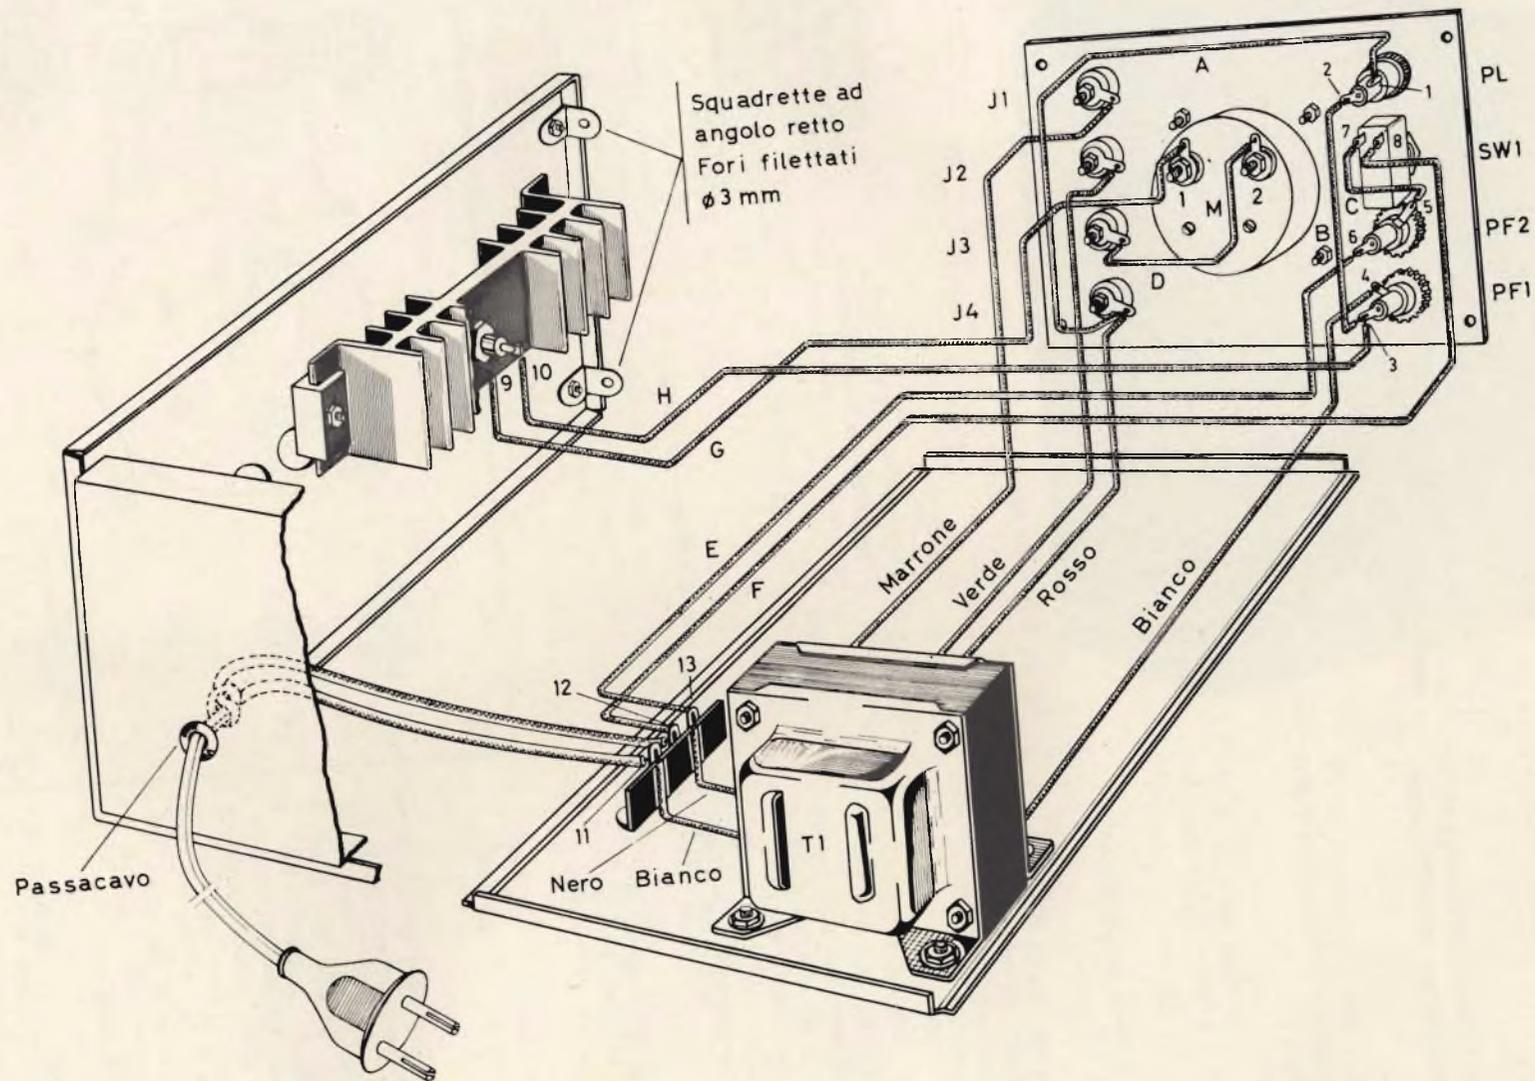

Fig. 4 - Cablaggio dell'UK 480.
- Collegamenti fig. 4 - Tabella 1
##### Montaggio del contenitore - fig. 4